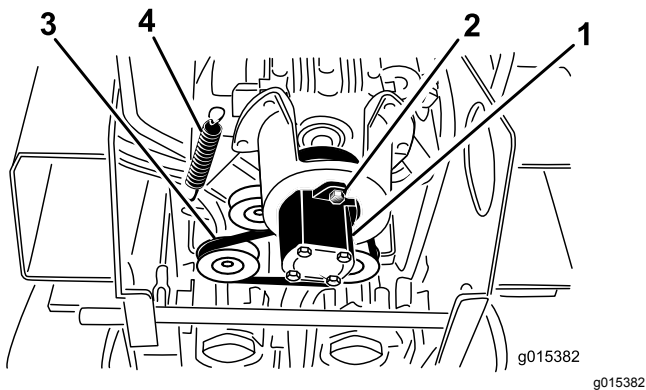

Figura 50
5. Afloje los 2 pernos de la bomba (Figura 50).
6. Gire la bomba en sentido antihorario y deje que se separe de la polea (Figura 50).
7. Usando una herramienta especial para retirar muelles (póngase en contacto con su Servicio Técnico Autorizado), retire el extremo del muelle del perno para aliviar la tensión de la correa (Figura 50).